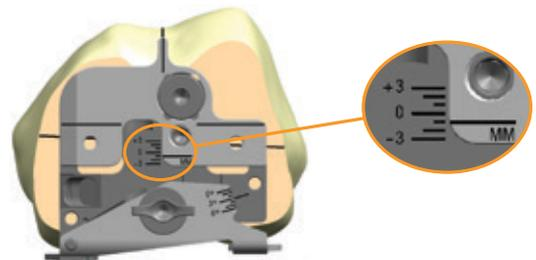

Figura 13
- 3 In caso di sbilanciamento noto in flessione/estensione, sbloccare, spostare e ribloccare la guida per trapano in modo appropriato (Figura 13).